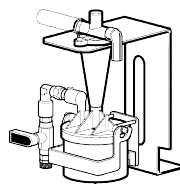
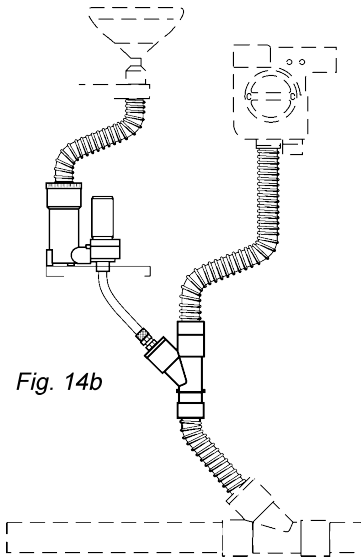

Fig. 12b
Fig. 14b
En los equipos de húmedo, uno o más Hidrociclones, fig. 12b-14, de acuerdo con el tamaño del equipo, tendrán que ser instalados en la sala de máquina. En los modelos de húmedo el grupo de drenaje escupidera fig. 14b (que en los equipos de aire siempre está presente con el Hidroseparator) tiene que ser montado en el grupo hídrico de cada conjunto, de manera que lleve los líquidos que salen desde el salivadero directamente a los canales de aspiración.
**Esta parte del manual de instrucciones, dedicada a los técnicos de la asistencia, se relaciona más precisamente con el personal de la consulta (fig. 14b-16-17-18-19-29-30a-31 pág. 75-77-85-86)**